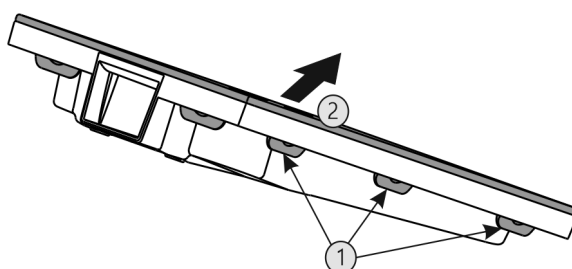

Fig. 58
- ▶ Vse spono Fig. 58 (1) pritisnite drugo za drugo in odstranite pokrov Fig. 58 (2).